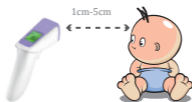

Figura 2: Posizione e distanza di misurazione
- Il termometro deve essere allineato con la parte centrale della fronte per poter misurare la temperatura (in mezzo alle sopracciglia e sopra di loro), inoltre è necessario mantenere la distanza verticale. Premere il tasto ON/scan, la temperatura verrà visualizzata immediatamente, vedere la figura 2.
Posizione di misurazione non corretta.	Vedere la figura 2. Posizione di misurazione e distanza.